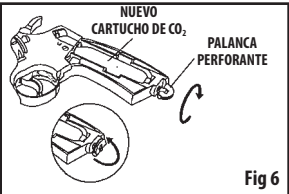

Fig 6
6. Con el pulgar y el índice gire la palanca perforante en sentido de las agujas del reloj para perforar el cartucho de CO₂ (Fig. 6).